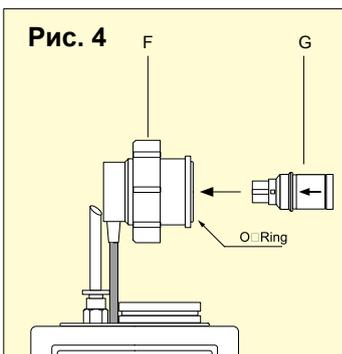

Рис. 4
Вставьте новый датчик (G) в патрон внутри держателя, совмещая выступ патрона с канавкой датчика и стрелкой на этикетке датчика - Рисунок 4.